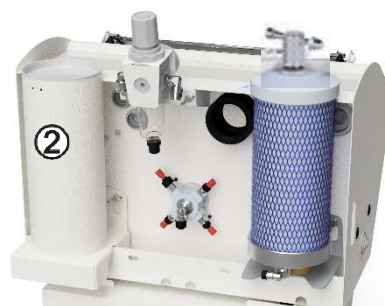

Рис.2
Набор для циркуляционной обработки в литейных лабораториях (рис.2):
4.2.3 МС 3.0 АСОЗ (2, рис. 2, 3) - модуль струйный с эжекционной системой подачи абразива из открытого стакана, сопло ТС 3.0 М (Ø 3 мм). Элемент системы АСОЗ ПЛЮС.